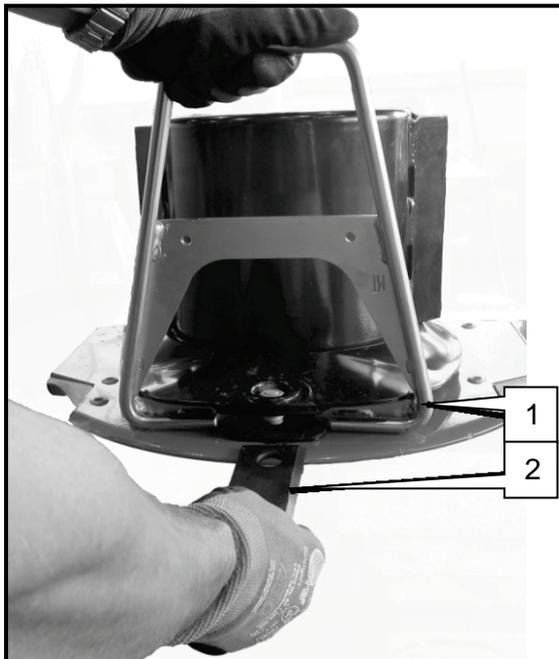

Fig. 121 Retirar las cuchillas segadoras
- ➔ Vire la llave de cuchillas (Fig. 121,1) hacia arriba.
➔ Retire la cuchilla segadora usada (Fig. 121, 2).